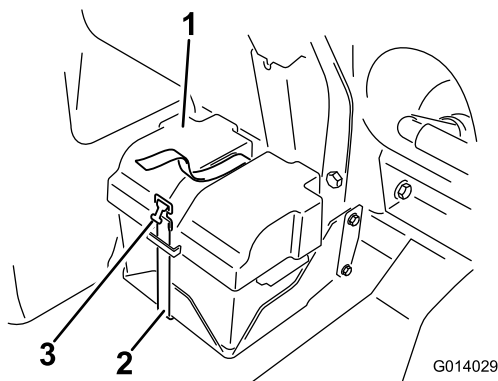

図 16
3. バッテリーについているカバーを外し（図 16）、マイナスケーブルを外す。
10. バッテリーカバーを、ストラップでバッテリーボックスに固定する（図 16）。